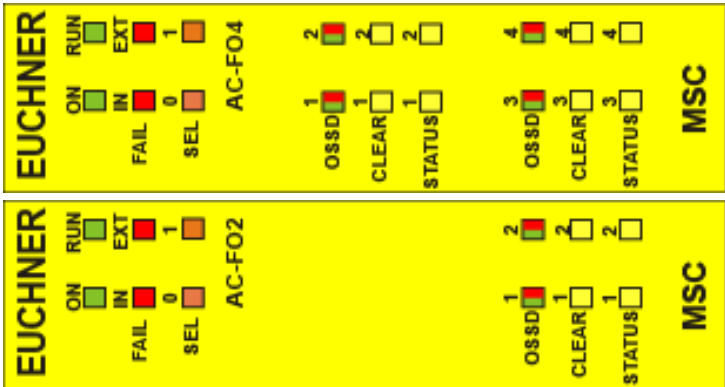

Fig. 38 :
8.4.8. Modules AC-F02 / AC-F04 (Fig. 38)